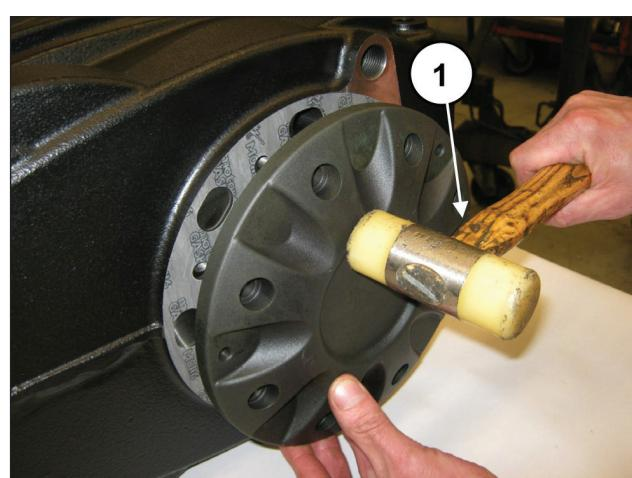

Fig. 61
Monter le cache roulement (et son joint) à l'aide d'un chassoir à inertie (rep. ①, Fig. 61)